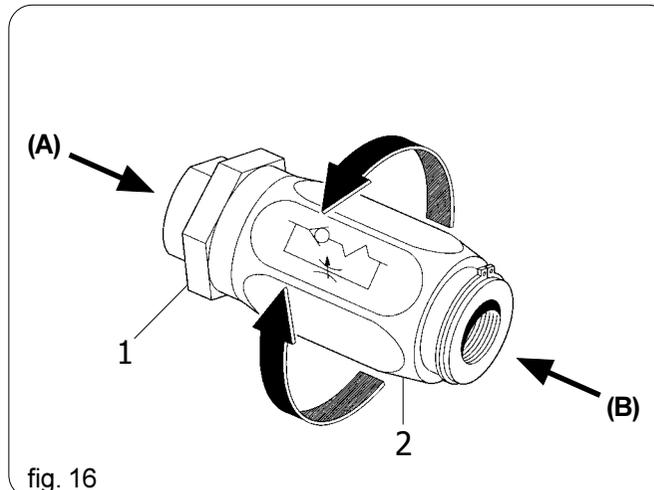

fig. 16
Gli impianti oleodinamici in dotazione sono integrati con regolatori di flusso unidirezionali (fig. 16) che permettono di regolare la quantità d'olio, in apertura od in chiusura a seconda del senso di montaggio degli stessi.
*The hydraulic systems provided come equipped with one-way flow regulators (Fig. 16) which allow for the regulation of the quantity of oil during opening or closing, depending on how the regulators have been installed: Flow from A to B, free; Flow from B to A, choked (regulated). To regulate, loosen the lock nut (1) and turn the knob (2). Once this adjustment has been made, re-tighten the lock nut.*
Die mitgelieferten öldynamischen Anlagen sind mit Flußreglern (Abb. 16) ausgestattet, die eine Einstellung der Ölmenge beim Öffnen oder Schließen je nach Montagerichtung derselben ermöglichen: Fluß von A nach B frei; Fluß von B nach A gedrosselt (eingestellt). Die Feststellnutmutter (2) lockern und den Drehknopf (3) zwecks Einstellung drehen. Nach der Einstellung ist die Feststellnutmutter wieder festzuziehen.
*Les installations oléodynamiques en dotation sont équipées de régulateurs de flux unidirectionnels (fig. 16) permettant de régler la quantité d'huile, en phase d'ouverture ou de fermeture selon leur sens de montage: Flux de A à B libre; Flux de B à A étranglé (régulé). Desserrer l'écrou de blocage (2) et tourner la poignée (3) pour le réglage. Une fois le réglage terminé, resserrer l'écrou de blocage.*
Las instalaciones hidráulicas suministradas están equipadas con reguladores de flujo unidireccionales (fig. 16), que permiten regular la cantidad de aceite durante la apertura o cierre, según la dirección de montaje de los mismos: flujo desde A hacia B libre; flujo desde B hacia A estrangulado (regulado). Afloje la rosca de bloqueo (1) y gire el botón (2) para la regulación. Concluida la regulación, apriete de nuevo la rosca de bloqueo.